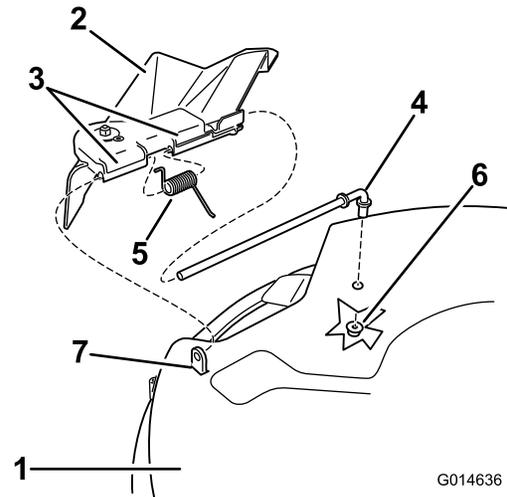
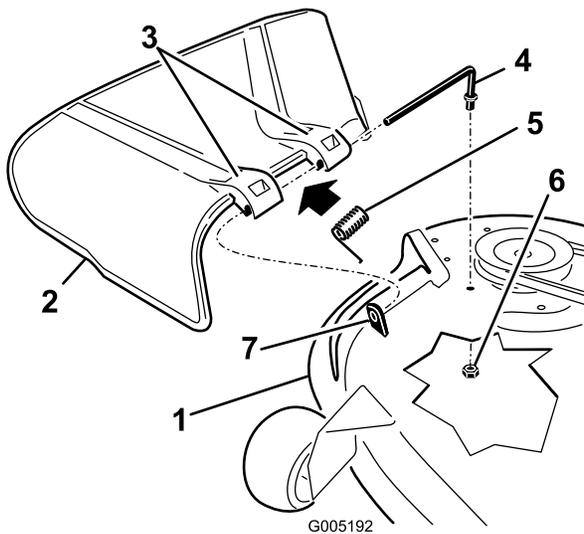

Bild 73
Bild 74
- Entfernen Sie die Mutter (3/8") von der Stange unter dem Mähwerk (Bild 73 und Bild 74).
2. Schieben Sie die Stange aus dem kurzen Abstandsbolzen, der Feder und dem Ablenkblech (Bild 73 und Bild 74).
4. Montieren Sie das Ablenkblech (Bild 73 und Bild 74).
7. Schieben Sie die Stange durch die zweite Halterung am Grasablenkblech (Bild 73 und Bild 74).
9. Befestigen Sie das hintere Stangenende mit einer Mutter (3/8") am Mähwerk, wie in Bild 73 und Bild 74 abgebildet.